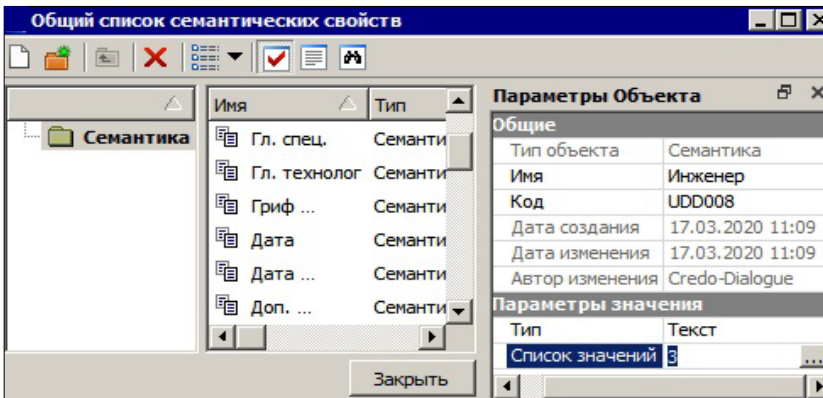

Рис. 6.14
- I. В поле **Общий список семантических свойств** диалога **Свойства набора проектов** по кнопке  вызывается одноименный диалог (рис. 6.14).
Значения семантических свойств могут быть различных типов: Текст, Текст многострочный, Число (целое, длинное целое, дробное, дробное двойное) или Дата. Выбирается из выпадающего списка в поле **Тип**, например, для семантики **Инженер** выбран **Текст** (рис. 6.14).
Последовательное нажатие кнопок **ОК** (6.15) и **Заккрыть** (рис. 6.14) сохраняет данные и закрывает окна. Возвращаемся в окно **Свойства набора проектов**.